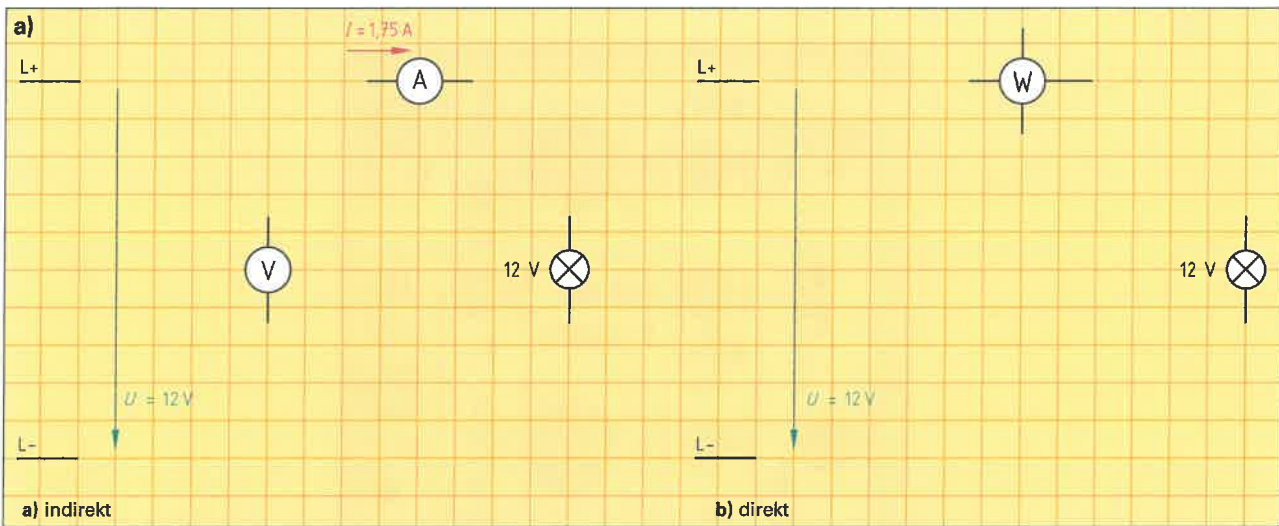

Bild 1: Leistungsmessungen
- a) Ergänzen Sie beide Messschaltungen im Bild 1.